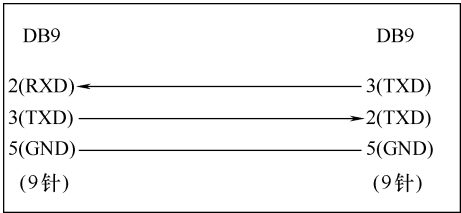

图 7-2 RS232 标准接线
常见的 RS232 的接线标准是 3 条线，两根数据线和一根地线，即两个 RS232 设备的发送端 (TXD) 和接收端 (RXD) 及接地端 (GND)。这种方式分别将两端的 RS232 接口的 2—3，3—2，5(7)—5(7) 引脚连接起来。其中 2 是数据接收线 (RXD)，3 是数据发送线 (TXD)，5 (7) 是接地 (RND)，如图 7-2 所示。